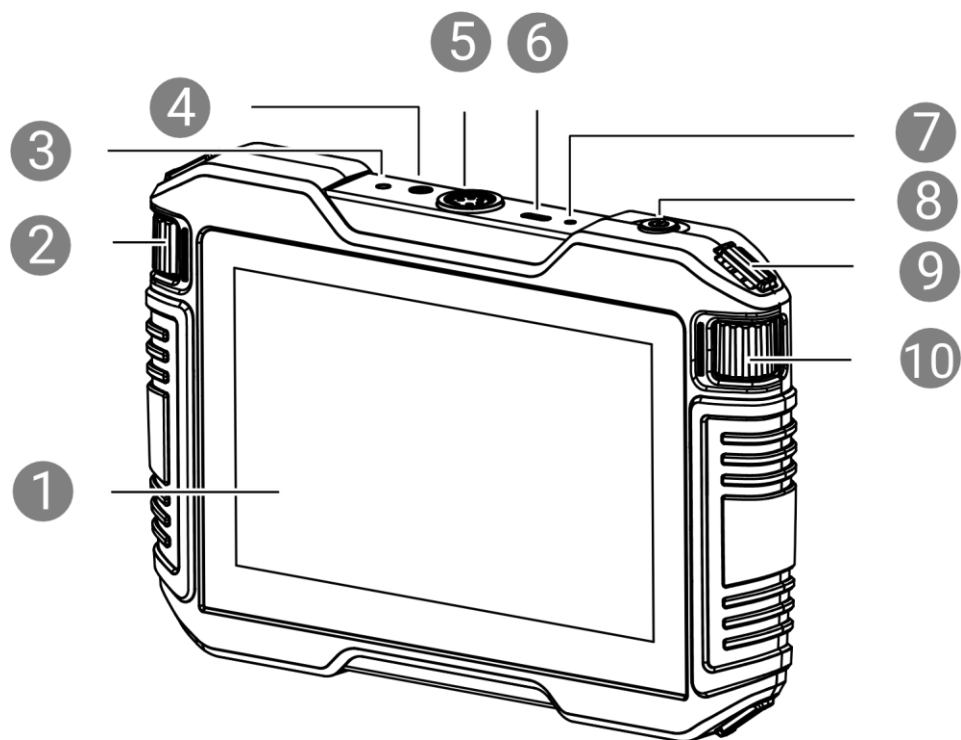

Figure 1-1 Corps principal de l'appareil
2. Régler la plage de fréquences en faisant défiler la molette de fréquence (n° 10 dans Figure 1-1)